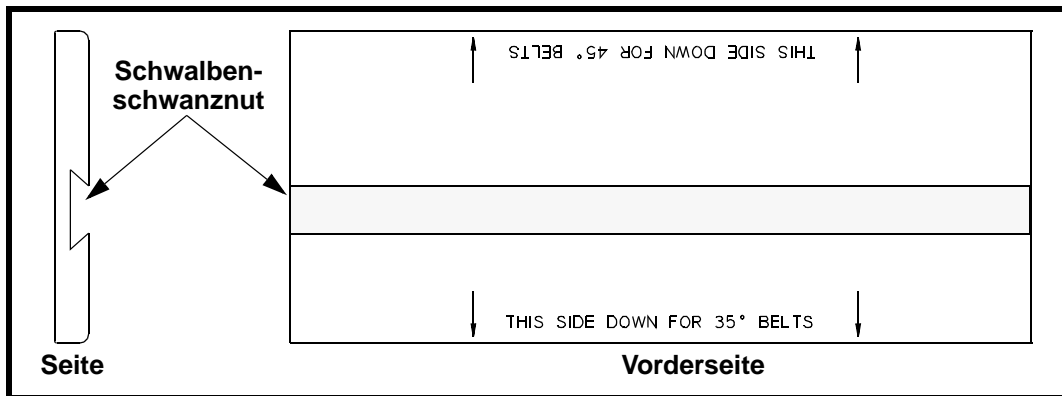

Abbildung 2. Urethanprimärdichtung
- a. Die Primärdichtung auf eine flache Oberfläche legen, wobei die Schwalbenschwanznut zum Bediener gerichtet und die dem Muldungswinkel entsprechende Seite nach unten gerichtet werden muß (siehe Abb. 2).